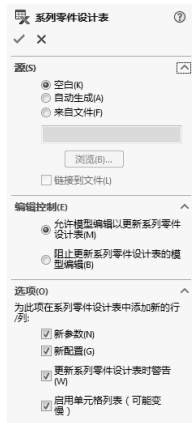

图 8-5 “系列零件设计表”属性管理器
1) 选择菜单栏中的“插入”→“表格”→“设计表”命令, 系统弹出“系列零件设计表”属性管理器, 如图 8-5 所示。在“源”选项组中选择“空白”单选按钮, 然后单击✓(确定)按钮。